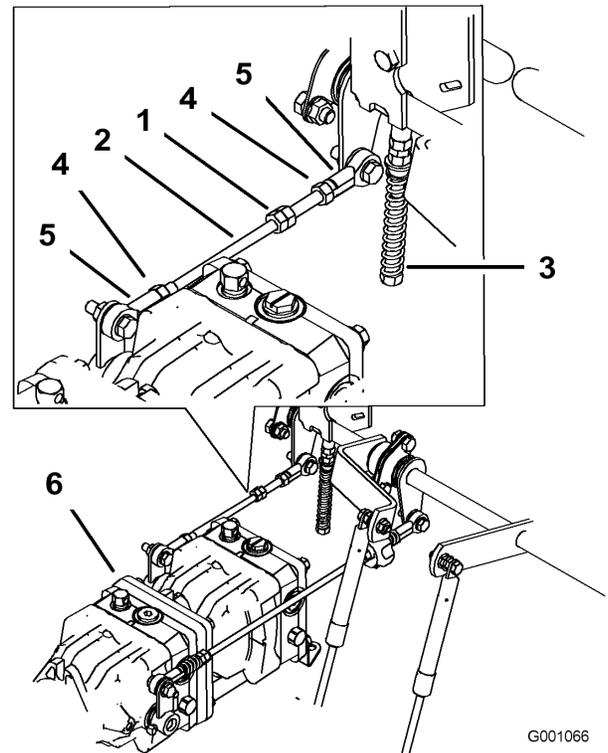

Figura 71
1. Afloje las contratuercas de la articulación esférica de la varilla de control de la bomba (Figura 71).
3. Ajuste la longitud de la varilla de la bomba girando las tuercas dobles de la varilla, en el sentido apropiado, hasta que la rueda quede estacionaria o se mueva muy lentamente en marcha atrás (Figura 71).
6. Apriete las contratuercas de las articulaciones esféricas (Figura 71).